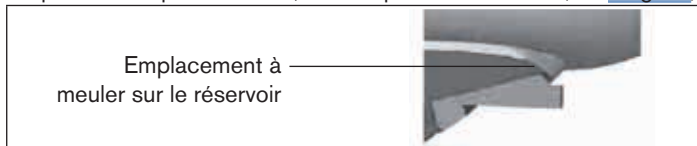

Fig. 6 : Emplacement à meuler sur le réservoir
- Le diamètre du trou dans le réservoir et la bride du corps doivent être de même taille. La bride du corps dispose de deux bords soudés afin de faciliter le positionnement et le soudage de la vanne. Les bords soudés ont une largeur d'environ 3 mm. Si la paroi du réservoir a une épaisseur de plus de 3 mm, abraser paroi de réservoir (voir « Fig. 6 »).